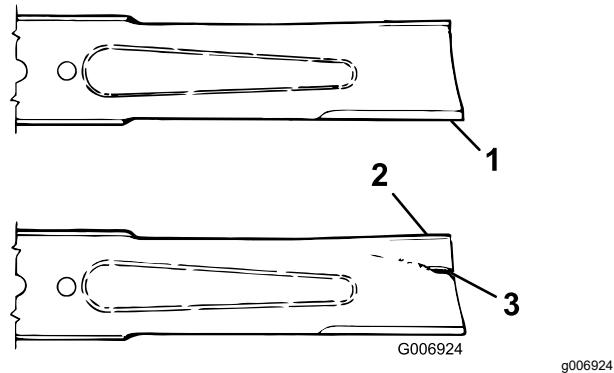

Figure 72
2. Examinez attentivement les tranchants de la lame, particulièrement au point de rencontre de la partie plane et de l'ailette (Figure 72). Le sable et les matières abrasives peuvent éroder le métal à cet endroit, c'est pourquoi il est important de contrôler l'état de la lame avant d'utiliser la machine. Remplacez la lame si elle est usée (Figure 72) ; voir Dépose de la lame.
Si la lame est trop usée, une entaille se forme entre la partie relevée et la partie plane (Figure 72). La lame peut alors se briser et un morceau être projeté du dessous de la machine, vous blessant gravement ou une personne à proximité.